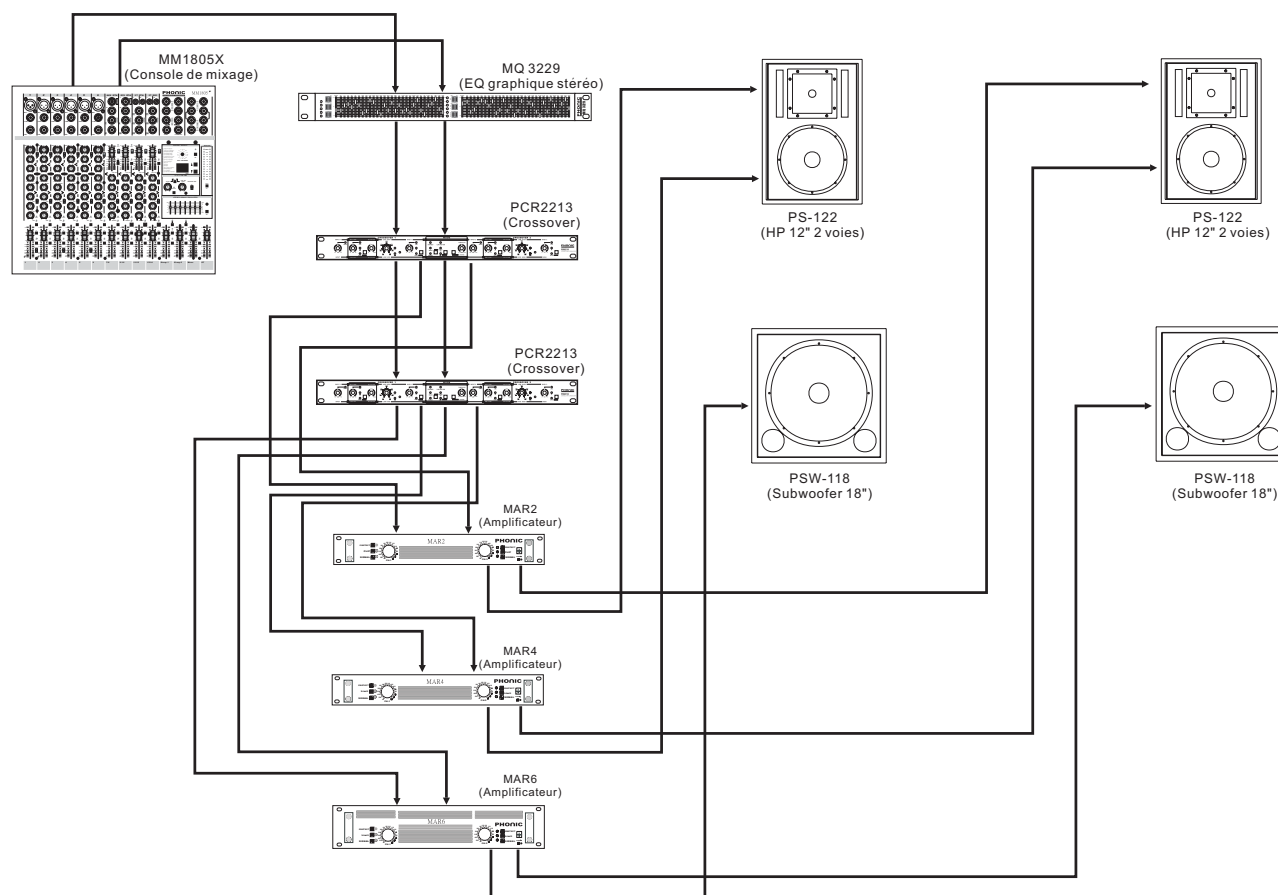

Figure 1 : Système actif 2 voies typique
2.1 SYSTÈME 2 VOIES (cf. figure 1)